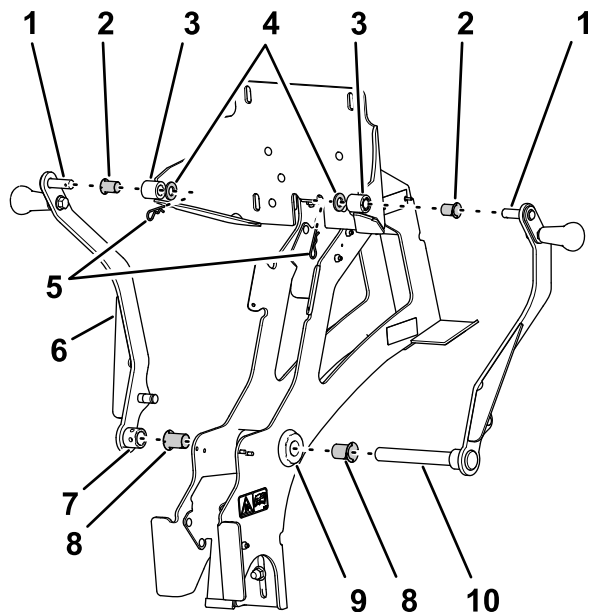

Figura 16
1. Inserite una boccola flangiata (diametro interno 3/4") in ciascuna estremità del tubo orientabile nel telaio di supporto principale (Figura 16).
2. Inserite una boccola flangiata (diametro interno 1/2") nei mozzi sinistro e destro della contropiastra (Figura 16).
3. Montate il perno di articolazione inferiore del braccio della base destro attraverso la boccola flangiata sul lato destro del tubo orientabile e l'articolazione (Figura 16).
4. Montate il perno di articolazione superiore del braccio della base destro attraverso il mozzo destro della contropiastra (Figura 16).
5. Fissate il perno di articolazione superiore alla contropiastra con una rondella ($\frac{1}{2}$ " e una coppiglia (Figura 16).
6. Montate il mozzo del braccio della base sinistro sopra l'estremità del perno di articolazione inferiore del braccio della base destro che sporge a sinistra della boccola flangiata sinistra nel tubo orientabile (Figura 16).
7. Montate il perno di articolazione superiore del braccio della base sinistro attraverso il mozzo sinistro della contropiastra (Figura 16).
8. Fissate il perno di articolazione superiore del braccio della base sinistro alla contropiastra con una rondella ($\frac{1}{2}$ " e una coppiglia (Figura 16).